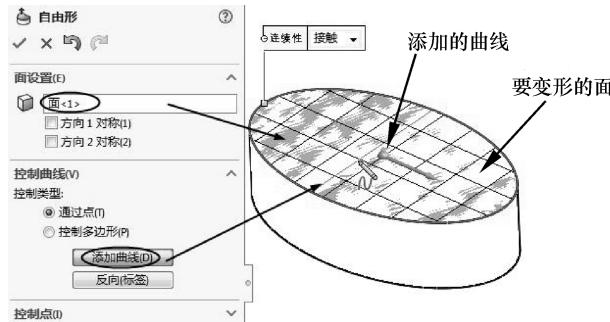

图 3-48 选择变形面和控制曲线
- 04 在图形区选择要变形的上表面，然后在【控制曲线】选项区中选择【通过点】单选按钮，单击【添加曲线】按钮，在图形区中用鼠标在实体表面大概中间的位置添加一条曲线，如图 3-48 所示。